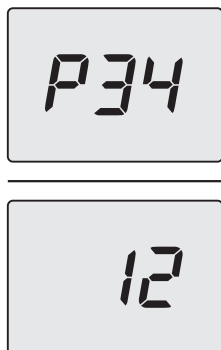

Figura 9.8
- Scorrere i vari parametri utilizzando i tasti 49 (indietro) o 51 (avanti) fino a far apparire sul display LCD le lettere **P34** che si alternano con il valore del parametro (Figura 9.8).